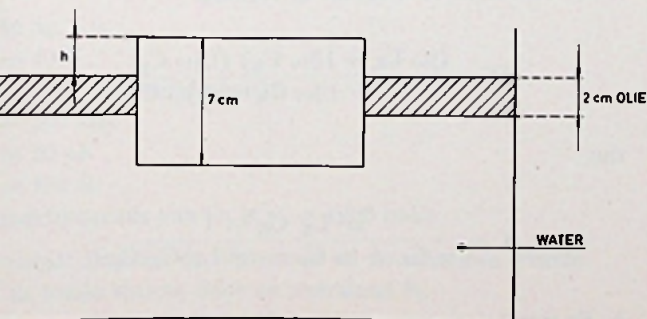

FIG. 1
2. Een bak is gevuld met water (dichtheid  $1 \text{ g/cm}^3$ ) waarop een  $2 \text{ cm}$  dikke olielaag drijft waarvan de dichtheid  $0,8 \text{ g/cm}^3$  bedraagt (zie fig. 1). In dit geheel drijft een recht-